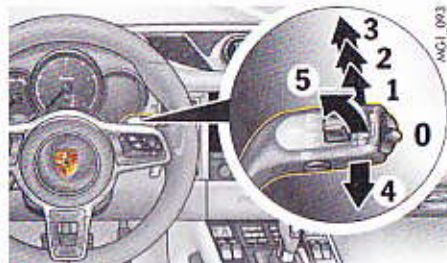

Fig. 31 : Levier d'essuie-glace
1. Pousser le levier d'essuie-glace 1 fois vers le bas (Fig. 31, 4).